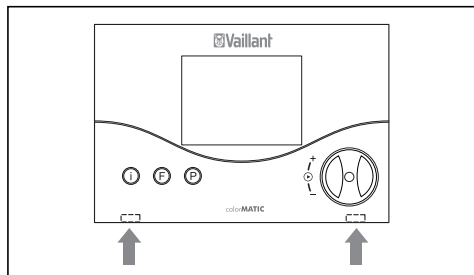

Fig. 4.1 Oplåsning af indgrebskrogene
- Tryk forsigtigt indgrebskrogene til side med en skruetrækker (fig. 4.1), og træk termostaten frem og af.